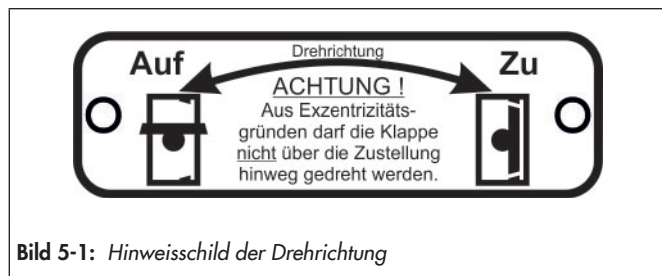

Bild 5-1: Hinweisschild der Drehrichtung
- ⇒ Auf die Drehrichtung wird mittels eines Schildes auf der Klappe hingewiesen, vgl. Bild 5-1.